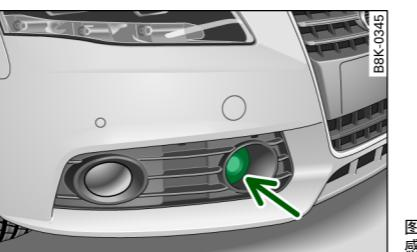

图 122 前右网格：雷达
- 雷达感应器可被加热。但在冬季气候条件下，您仍应在开车前检查雷达感应器上的冰雪是否已去除。必要时，小心地清洁雷达传感器部位 ⇒ 图 122。